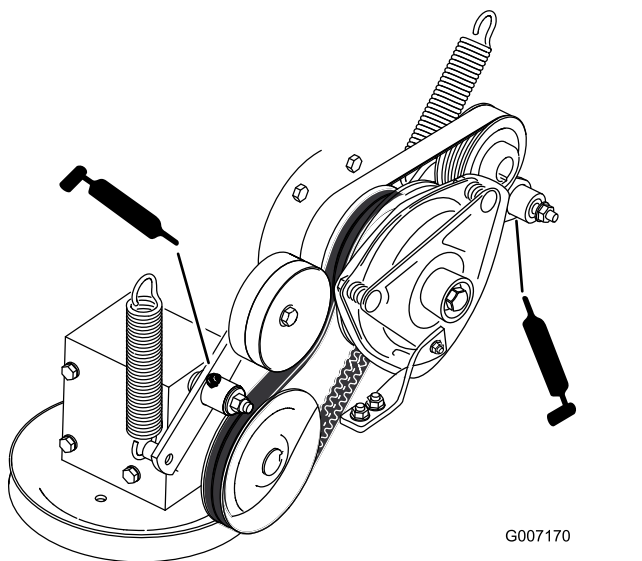

Figura 52
8. Ingrassate il braccio di rinvio della trasmissione della PDF (Figura 52).
9. Ingrassate il braccio di rinvio della cinghia della pompa (Figura 52).